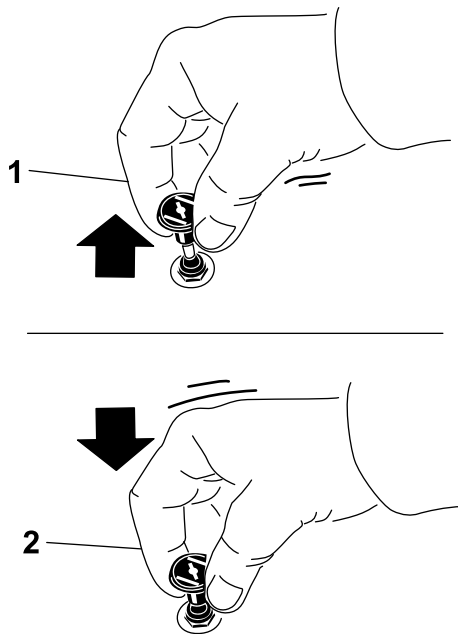

Figure 22
1. Tirez sur la commande de starter pour engager le starter avant d'utiliser le commutateur d'allumage (Figure 22).
2. Poussez sur la commande pour désengager le starter lorsque le moteur a démarré (Figure 22).